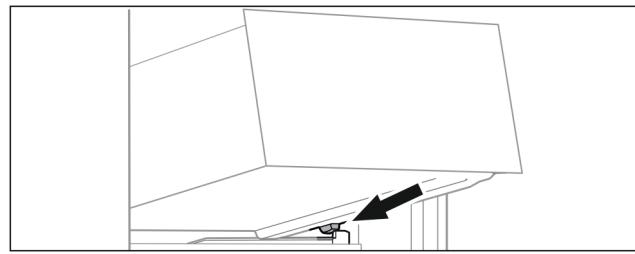

Fig. 100
- Наклоняя вниз, установите выдвижной ящик за стопоры на контейнерное ребро. (см. Fig. 100)